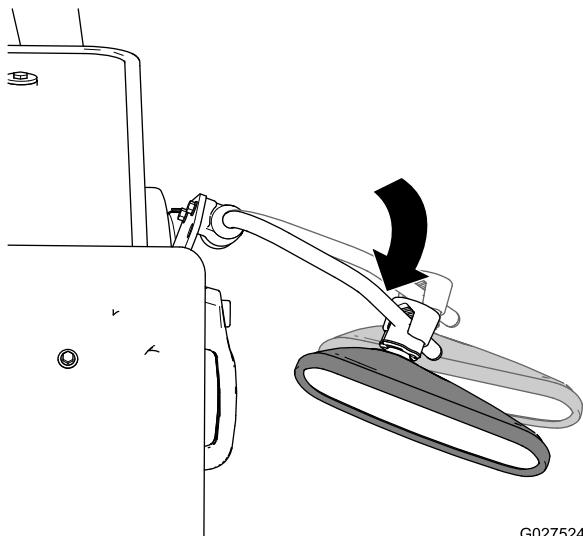

図 7
- ミラーやアームの位置の調整は、アームをキャブ側へ引き寄せるか逆に外側へ押し出すかして行います 図 7。